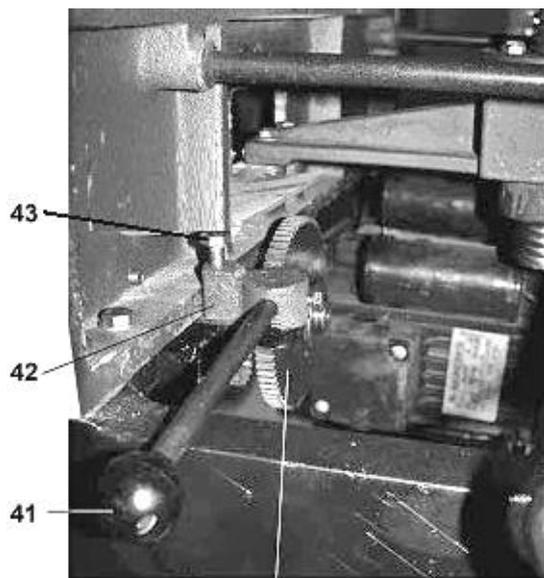
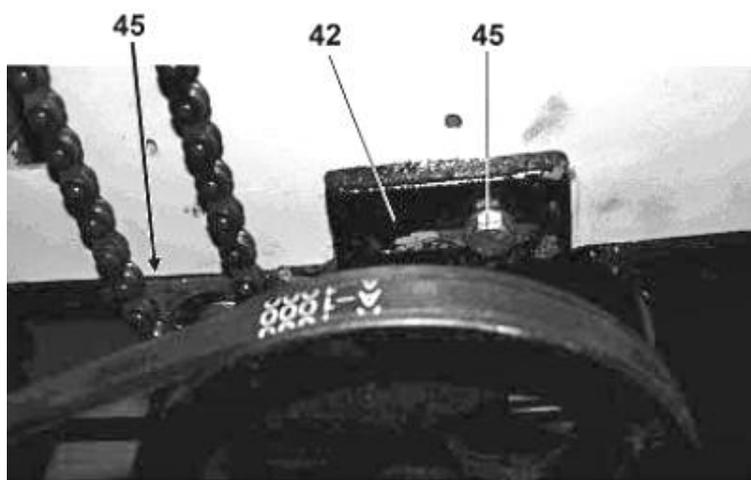
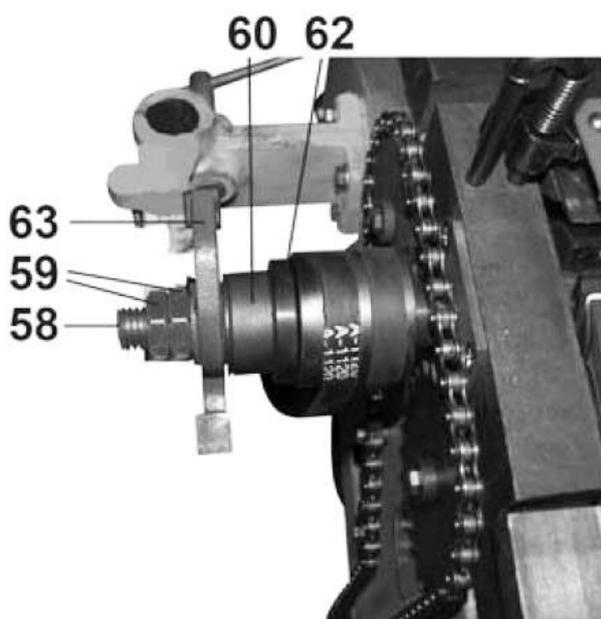

Рис. 5
Рис. 6
**Рис. 9**
- Как указано на Рис. 6, установите, и предварительно закрепите двумя установочными болтами (45) (Рис.6), редуктор (42) (Рис.6). Выведите из зацепления шестерню (44) (Рис.5), для чего переместите ручку (41) (Рис.5) по направлению к ближайшей боковой панели станка, положение зафиксируйте винтом фиксации (43) (Рис.5).
- Установите, предварительно закрепив двумя установочными болтами (45) (Рис.6), редуктор (42) (Рис.6). Выведите из зацепления шестерню 44 (Рис.5), для чего переместите ручку (41) (Рис.5) по направлению к ближайшей боковой панели станка, положение зафиксируйте винтом фиксации (43) (Рис.5).
- Ослабьте фиксацию винтов (56) (Рис. 9), переместите двигатель (22) (Рис. 9) в верхнее положение, зафиксируйте винты (56) (Рис. 9). На шкивы (51 и 55) (Рис. 8,9) установите два ремня передачи (48) (Рис. 9). На шкивы (53 и 55) (Рис. 8) установите ремень передачи (54) (Рис. 8).
Произведите натяжение ремней (48) (Рис. 9), для чего ослабьте фиксацию винтов (56) (Рис. 9) и переместите электродвигатель (22) (Рис. 9) вниз, положение зафиксируйте четырьмя болтами (56) (Рис. 9). Натяжение ремня передачи (54) (Рис. 8) произведите перемещением блока редуктора (42) (Рис. 6),
положение зафиксируйте установочными болтами (45) (Рис. 6). Слабое натяжение ремней способствует проскальзыванию на шкивах, а чрезмерное натяжение приводит к их преждевременному износу. Периодически проверяйте натяжение ремней. Новые ремни первые 50 часов проверяйте не реже 8 часов работы.